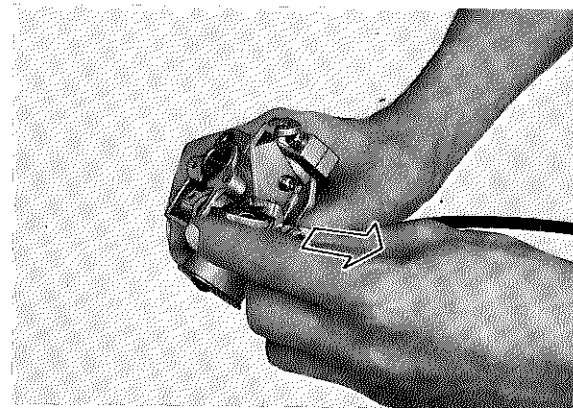

Fig. 4-2-18
2. Pull out the throttle shaft. (Fig. 4-2-18)
2. Sortir la tige d'accélérateur (Fig. 4-2-18)
2. Drosselwelle herausziehen. (Fig. 4-2-18)